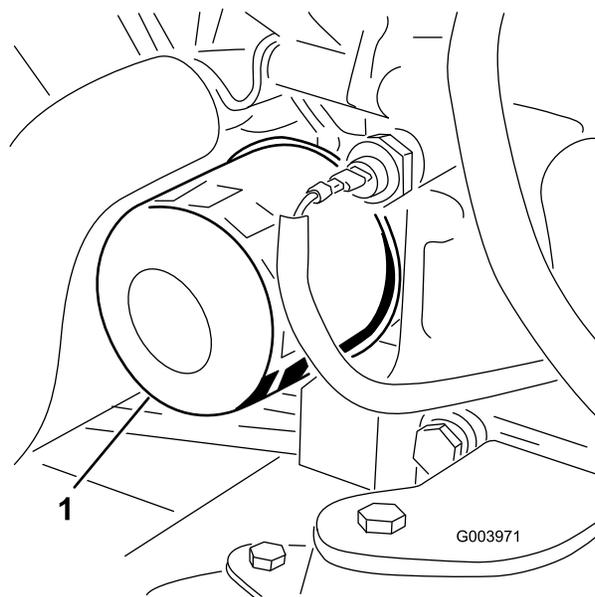

Рисунок 51
3. Снимите масляный фильтр (Рисунок 51).